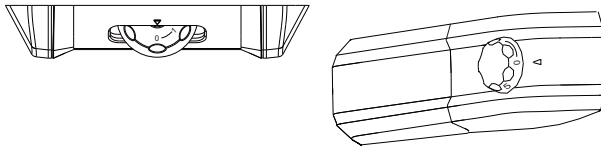

Abb.13
- 1) Den Regler in die Position "0" drehen. (Abb. 13)